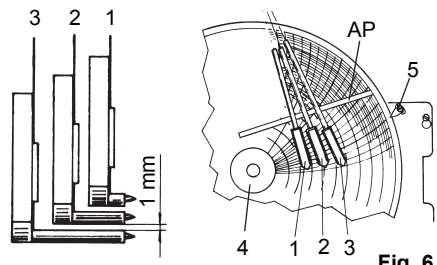

Fig. 6
Nei registratori a più penne la distanza fra i pennini dovrà essere di circa 1 mm come illustrato nella Fig. 6; assicurarsi comunque che ciascun pennino non ostacoli il movimento degli altri.
Per la sostituzione del diagramma sollevare i bracci portapenne con il dispositivo (AP) appositamente previsto e svitare completamente la ghiera centrale (4) dell'orologio, Fig. 6: lo sbloccaggio è in senso antiorario per gli orologi elettrici ed orario per quelli a carica meccanica. Posizionare il nuovo diagramma facendo coincidere l'ora con l'indice (5).
On the instruments with more than one pen the distance between pens must be of about 1 mm as indicated in Fig. 6; moreover check that pens do not interfere each other and can move freely. The length of the pen arm can be slightly reduced, if required, using an appropriate smooth file; act always on the index holding the shortest pen.
To replace the diagram lift the pen arms using the device (AP) expressly provided and unscrew and remove the clock ring nut (4), Fig. 6: thread is counterclockwise for the electrically driven mechanism and clockwise for the spring driven mechanism.